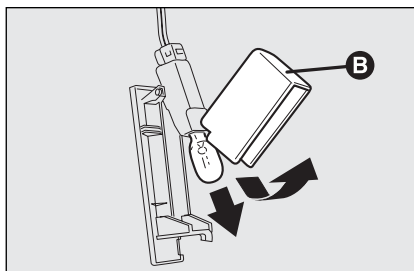

fig. 53
- ☐ ouvrir la protection **B**-fig. 53 et remplacer l'ampoule appliquée à pression;